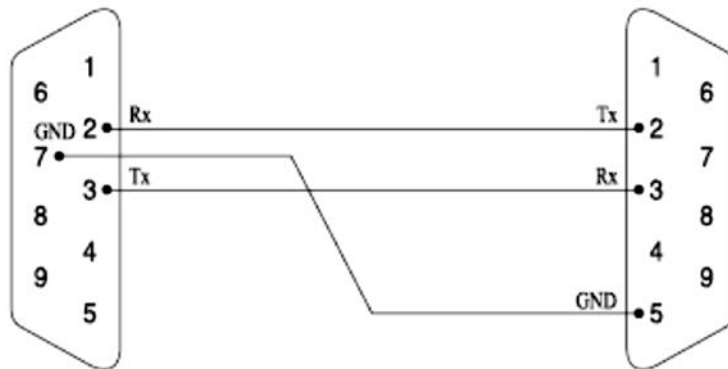
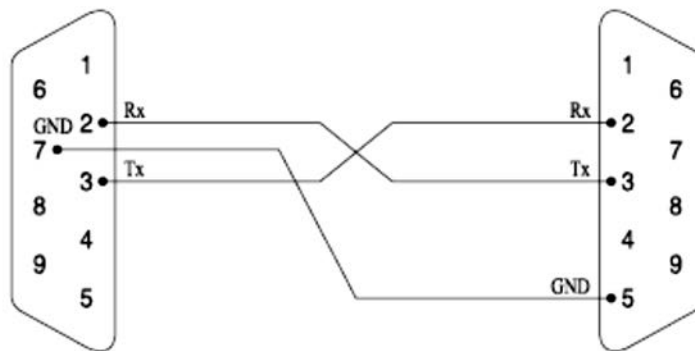

Рис. 8.1. Схема розпайки кабелю для підключення ваг до принтеру
Рис.8.2. Схема розпайки кабелю для підключення ваг до комп'ютеру
- ❑ Підключіть до ваг зовнішній пристрій (принтер або комп'ютер) за допомогою відповідного кабелю (рис.8.1, рис.8.2).